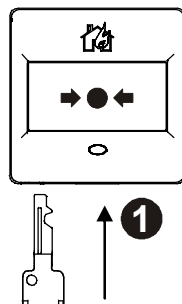
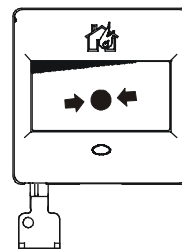

Fig. 7
Fig. 8
1. Insert the key in the detector to cause the insert to move (Fig. 7 and Fig. 8).
1. Stecken Sie den Schlüssel in den Melder, so dass sich der Einsatz verschiebt (Fig. 7 und Fig. 8).
1. Introduisez la clé dans le détecteur de façon à déplacer l'insert (fig. 7 et fig. 8).